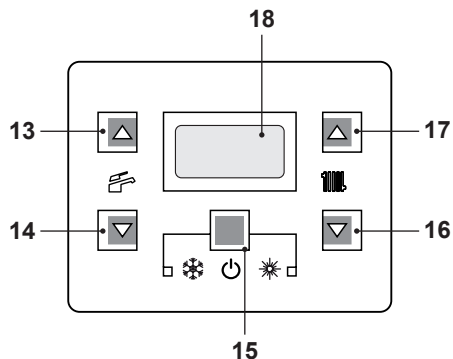
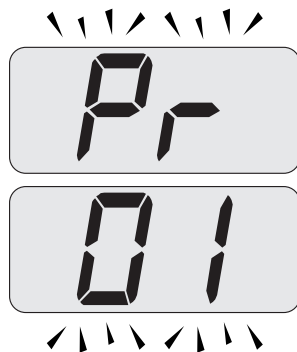
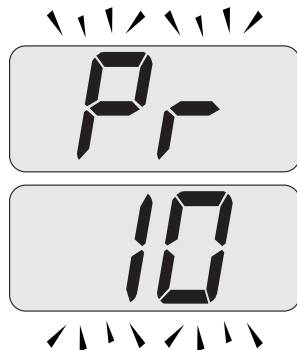

Figura 5.68
Figura 5.69
Figura 5.70
- Entrare in "modalità programmazione" premendo contemporaneamente per 10 secondi i tasti 15 - 16 - 17 (Figura 5.68) fino a far apparire sul display LCD le lettere **Pr** che si alternano con il codice **01**, indicanti l'entrata nel "parametro 01" (Figura 5.69).
- Scorrere i vari parametri utilizzando i tasti 16 o 17 fino a far apparire sul display LCD le lettere **Pr** che si alternano con il codice **10**, indicanti l'entrata nel "parametro 10" (Figura 5.70).
- Premere contemporaneamente i tasti 15 e 17 (Figura 5.68) fino a far apparire sul display LCD il valore del parametro 10 (30=180 secondi) (Figura 5.71).
- Premendo il tasto 15 (Figura 5.68) si ottiene la conferma del valore inserito.
- Premendo contemporaneamente i tasti 15 e 16 (Figura 5.68) si esce senza modificare il valore (ritorno alla lista parametri Figura 5.70)
- Premendo contemporaneamente per 10 secondi i tasti 15 - 16 - 17 (Figura 5.68) si esce dalla "modalità programmazione".